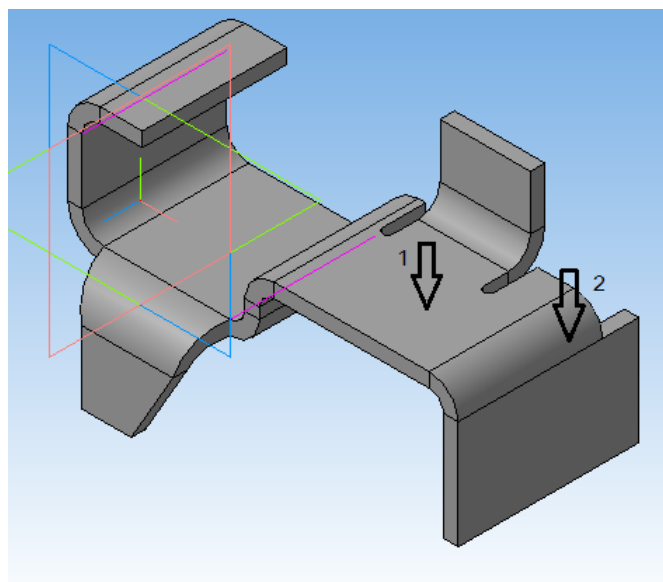

Рисунок 52.
1. На панели «Элементы листового тела» нажмем кнопку «Разогнуть» , укажем первой грань листовой детали, которая будет неподвижной и вторым поверхностью сгиба, которую будем разгибать (рисунок 52).